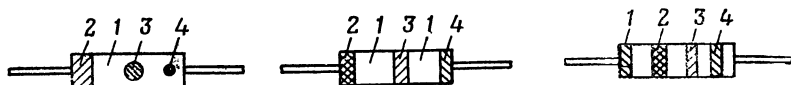

Рис. 138. Способы обозначения величины сопротивления типа ТO цветным кодом
Для обозначения номинальной величины сопротивлений ТO применен цветной код. Величину сопротивления по цветному коду узнают так (рис. 138): цвет окраски всего корпуса (1) или первого от края пояска (при трех поясках) обозначает первую цифру величины сопротивления; цвет пояска на конце (2) или цвет второго пояска при трех поясках указывает вторую цифру; цвет точки или пояска посередине корпуса (3) или цвет третьего пояска указывает число нулей после цифр.